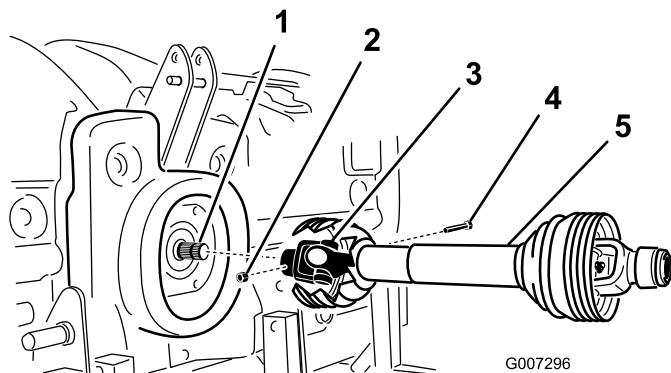

图 11
2. 用螺栓 $\frac{1}{2}$ x 3 英寸和螺母 $\frac{1}{2}$ 英寸将 PTO 驱动轴安装到机器的齿轮箱输入轴图 11上。